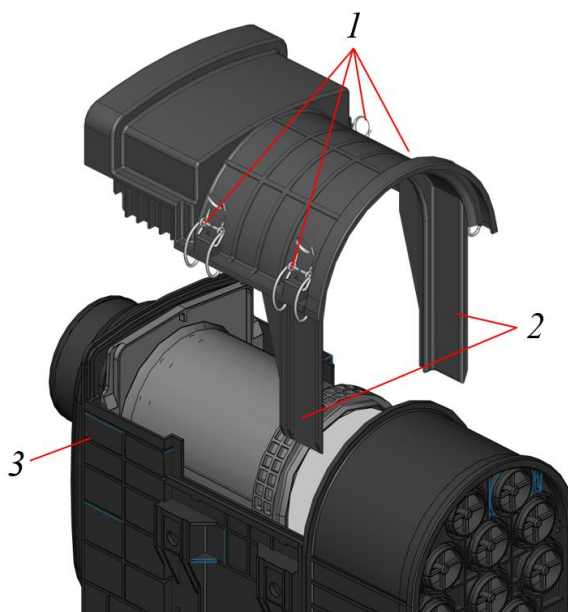

Рисунок 5.77. Установка крышки
- Установить крышку фильтра, направляющие 2 сориентировать внутрь корпуса 3, рис. 5.77.